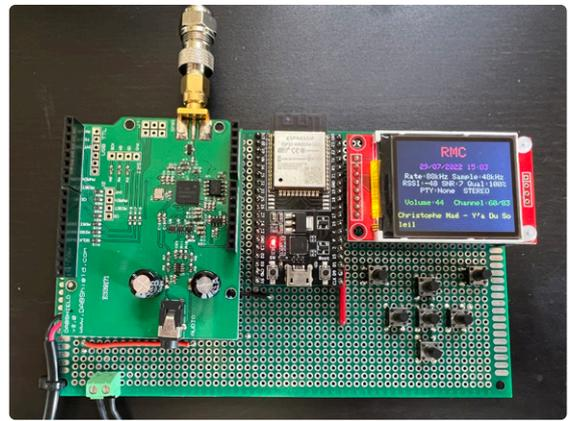
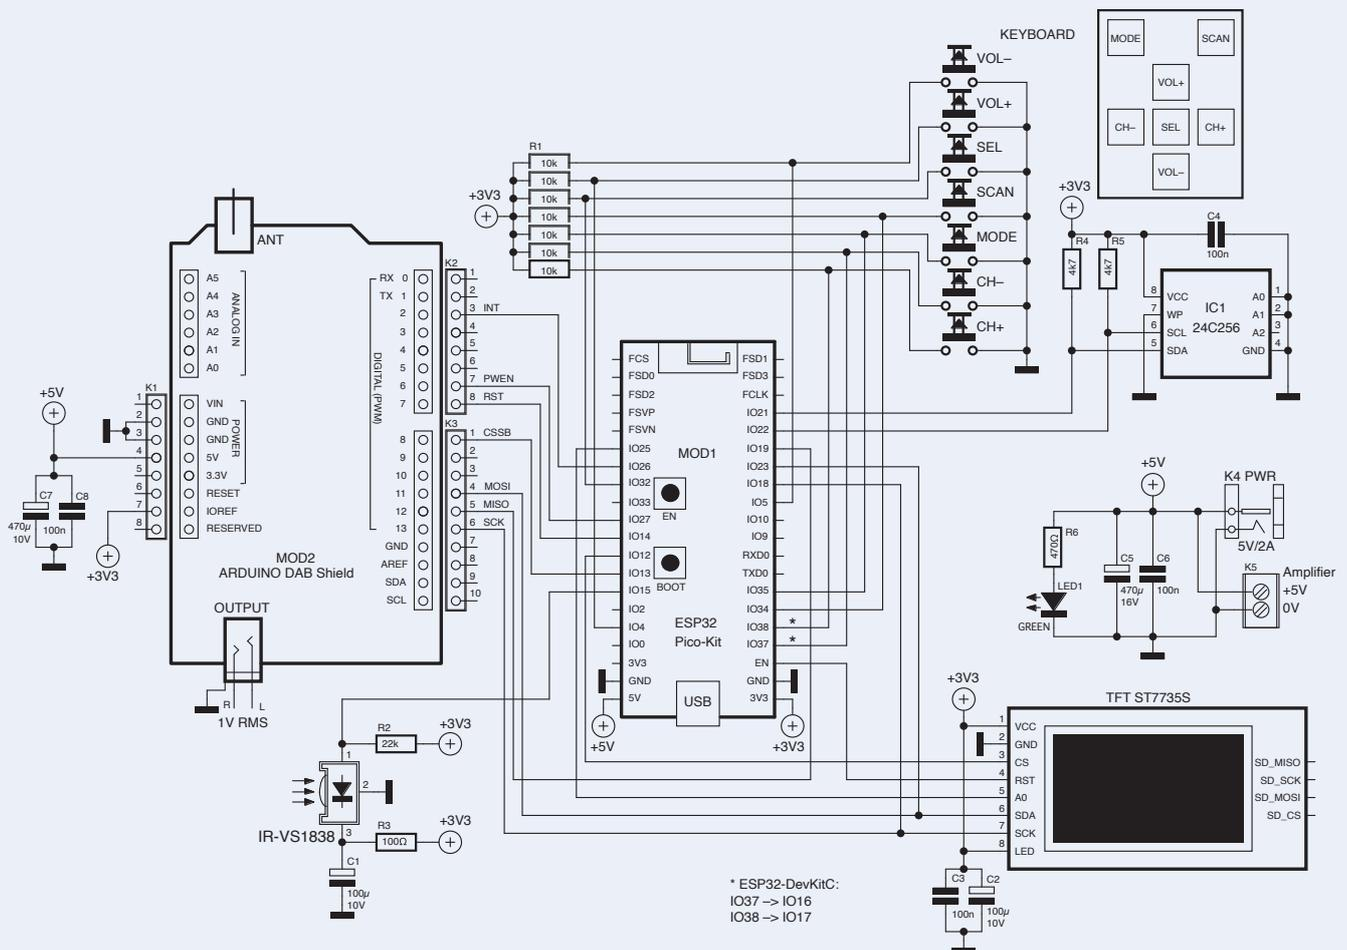

Bild 1. Mein Prototyp, basierend auf einem ESP32-DevKitC-Modul, passt in ein transparentes Gehäuse (Hammond 1591C).
Bild 2. Schaltung des FM/DAB+-Empfängers.
Für meinen Prototyp habe ich ein ESP32-DevKitC von Espressif verwendet (Bild 1). Wenn Sie sich den Schaltplan in Bild 2 ansehen, werden Sie entdecken, dass ich fast alle verfügbaren I/O-Pins belegt habe. Das ESP32-Modul wurde auch wegen seiner starken Rechenleistung und insbesondere wegen seines verfügbaren Speichers (512 KB RAM und 4 MB Flash-Speicher) ausgewählt. Trotz dieses großen Speichers habe ich ein externes EEPROM hinzugefügt. Der Grund dafür ist die EEPROM-Bibliothek des ESP32,
Als Display für den Empfänger habe ich ein kleines TFT-Farbdisplay mit 160 × 128 Pixel auf Basis des ST7735S mit SPI-Bus verwendet. Die ausgezeichneten Bibliotheken *Adafruit\_ST7735* und *Adafruit\_GFX* erlauben es, dieses Display einfach zu verwalten. Das Display nutzt vier Pins des ESP32: MOSI (IO23) und SCK (IO18) des SPI-Ports, CS (IO12) und A0 (IO25). Der Adafruit-Treiber kann auch das RST-Signal ansteuern, aber um einen Port zu sparen, habe ich in der *ScreenConnections*-Deklaration der Software *TFT\_RST* auf -1 gesetzt und den Pin direkt mit dem Reset-Pin (EN) des ESP32 verbunden. Beachten Sie, dass die SDA- und SCL-Markierung auf dem Display (und in Bild 2 dargestellt) etwas verwirrend ist, da es in der Tat der SPI-Bus (ohne MISO) ist, der den Bildschirm ansteuert. Die Stromversorgung des Displays ist durch C2 und C3 entkoppelt und die Hintergrundbeleuchtung ist immer eingeschaltet (LED-Pin an +3,3 V angeschlossen). Sieben Tasten steuern mein Radio: Lautstärke auf/ab (VOL+/VOL-), Kanal auf/ab (CH+/CH-), Auswahl (SEL), Modus und Scan. Die Tasten sind über 10-kΩ-Pull-up-Widerstände an die +3,3-V-Versorgungsschiene angeschlossen.